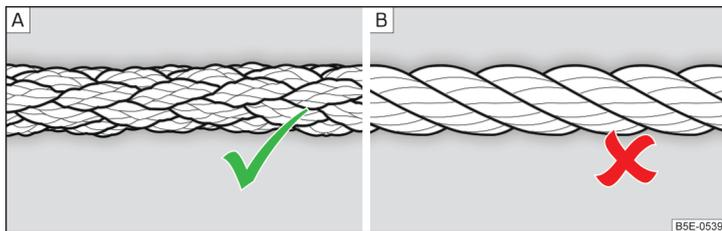

Abb. 126 Geflochtenes Abschleppseil / Gewundenes Abschleppseil
Zum Abschleppen mittels eines Abschleppseils nur ein geflochtenes Kunstfaserseil » Abb. 126 - A verwenden » !
- Zum Abschleppen ist kein gewundenes Abschleppseil zu verwenden » Abb. 126 - B, die Abschleppöse könnte sich am Fahrzeug herausdrehen - es besteht Unfallgefahr.